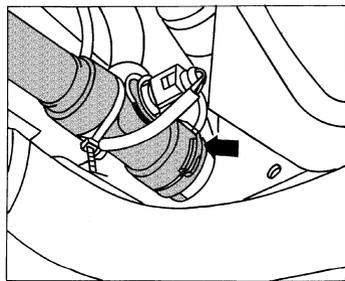

图 2-117 拔下底部冷却液软管卡箍
4) 如图 2-117 箭头所示,按下底部冷却液软管卡箍,从散热器上拆下冷却液软管。